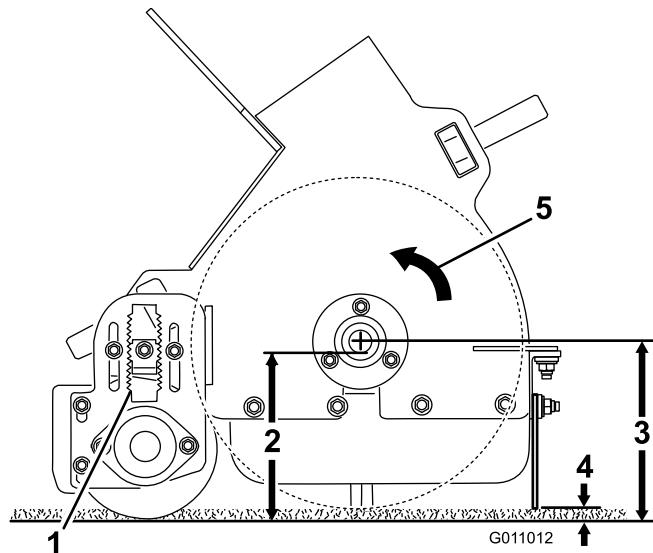
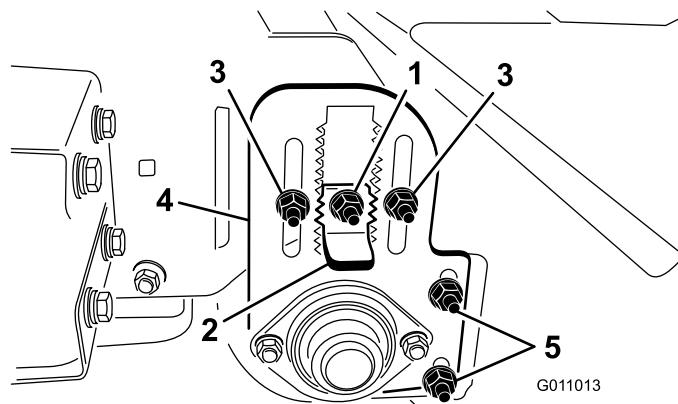

Figura 20
Figura 21
Consulte Figura 20 e Figura 21 para obter mais informações sobre as definições recomendadas para a máquina.
3. Desaperte a porca de bloqueio na chave de ajuste de altura (Figura 21) para que possa ser puxada cerca de 13 mm.
4. Desaperte as porcas de bloqueio de ajuste da altura do rolo (Figura 21).
5. Puxe para fora a chave de ajuste da altura e desloque o rolo traseiro para cima ou para baixo deslizando a chapa de ajuste da altura do cilindro para a altura desejada (Figura 21).
O raspador do rolo (Figura 21) deverá ser ajustado de forma a haver uma folga de 2 mm entre o raspador e o rolo. Desaperte as porcas de ajuste do raspador do rolo, coloque o rolo como desejado e aperte as porcas.